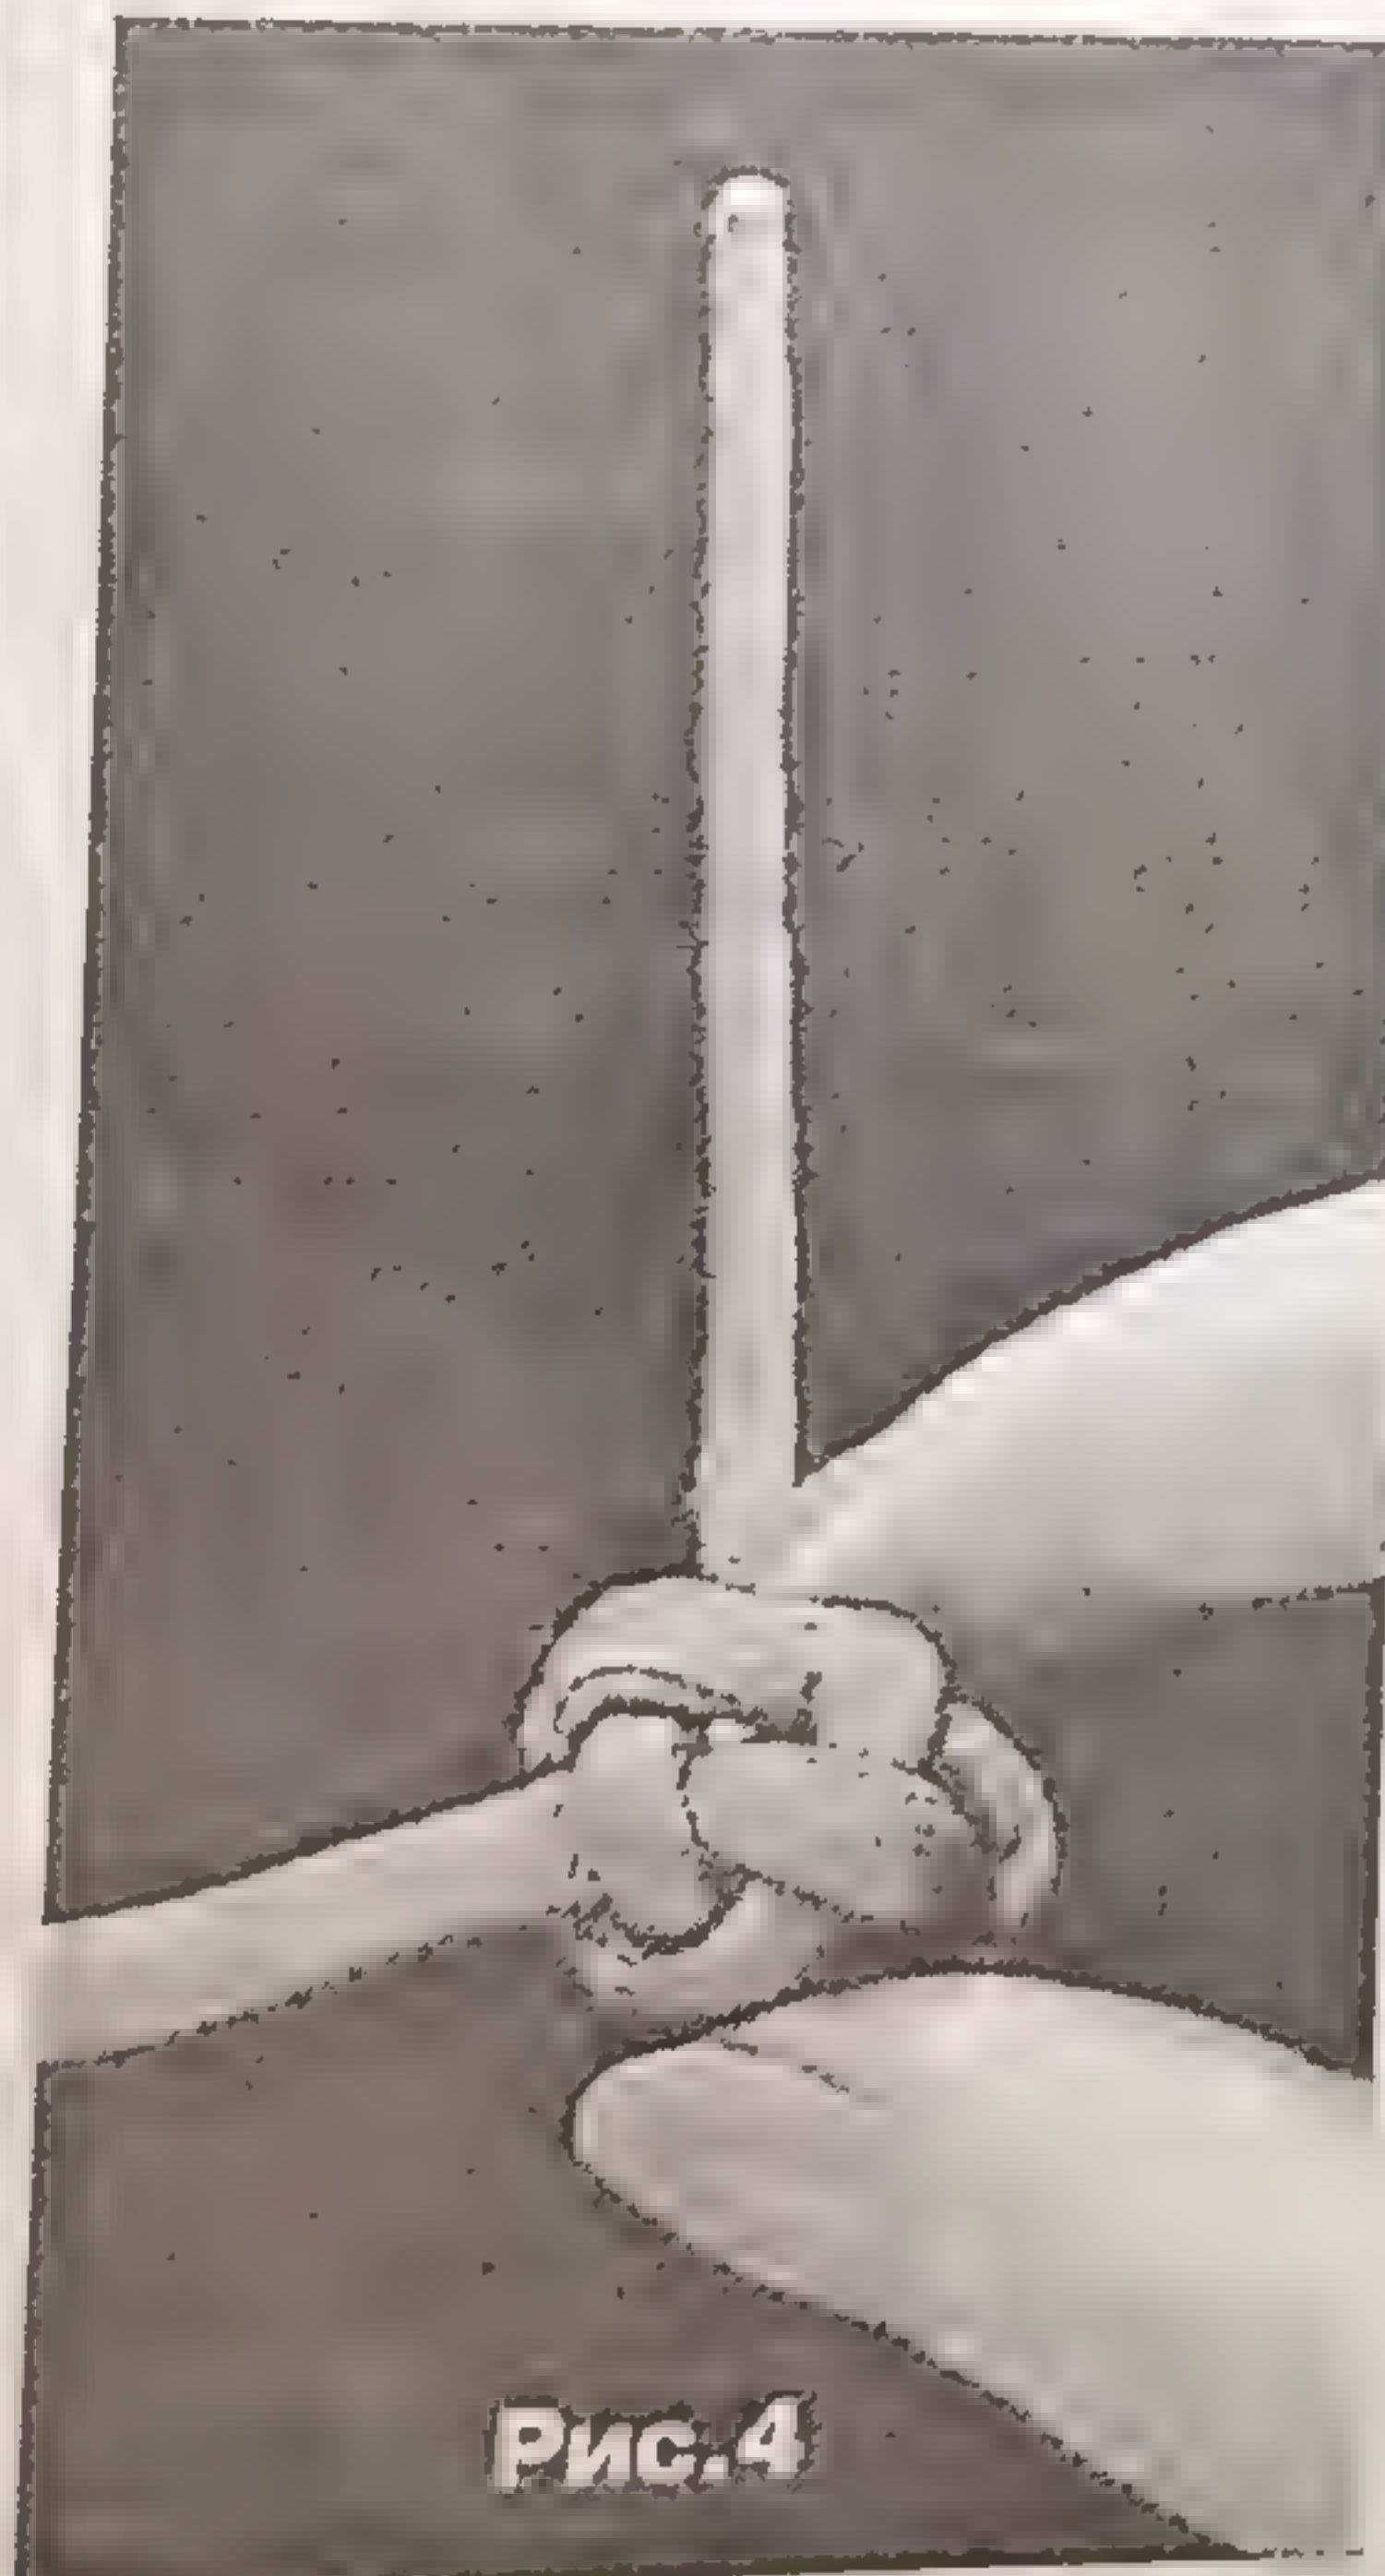

Рис. 4
5. Туго стяните концы шнура (рис. 4).